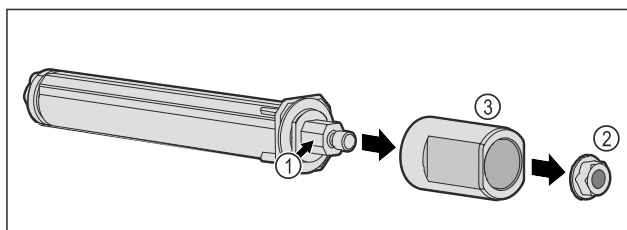

Fig. 46
► No desmontar el sistema de cierre de puertas Fig. 46 (1).
► Retirar la tuerca Fig. 46 (2).
► Retirar el manguito Fig. 46 (3).